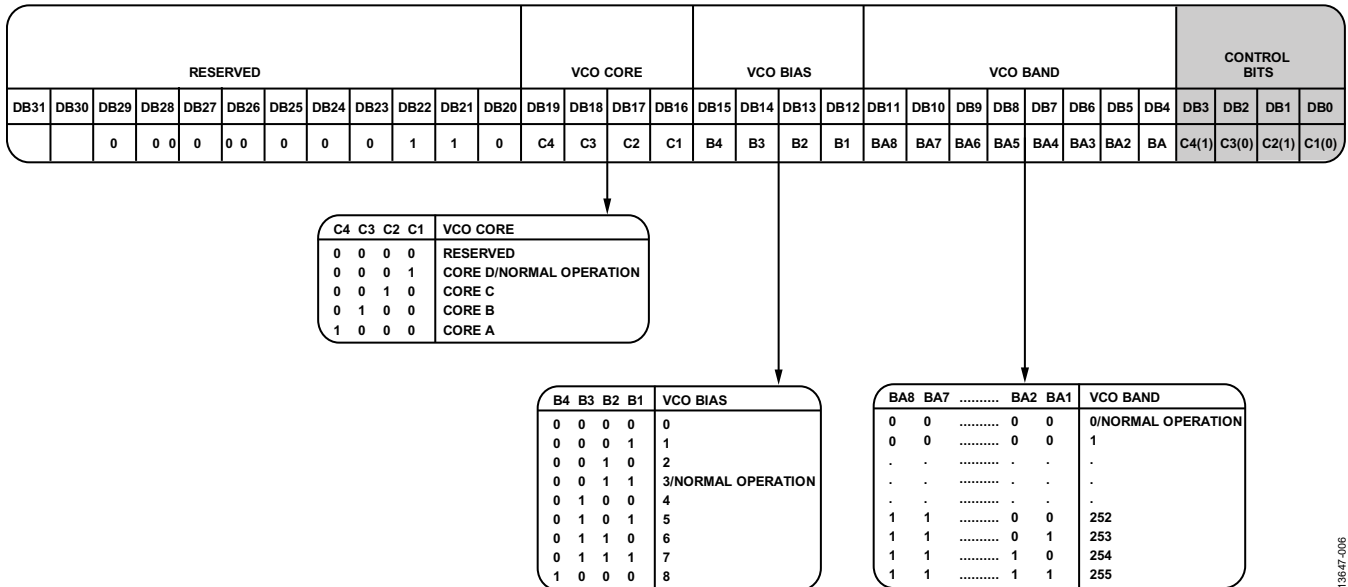

图6. 寄存器11
- 加载R11, 其中, 目标VCO内核、VCO频段和VCO偏置按图6的规定进行设置。注意, 读和写操作在VCO内核位方面是不同的。